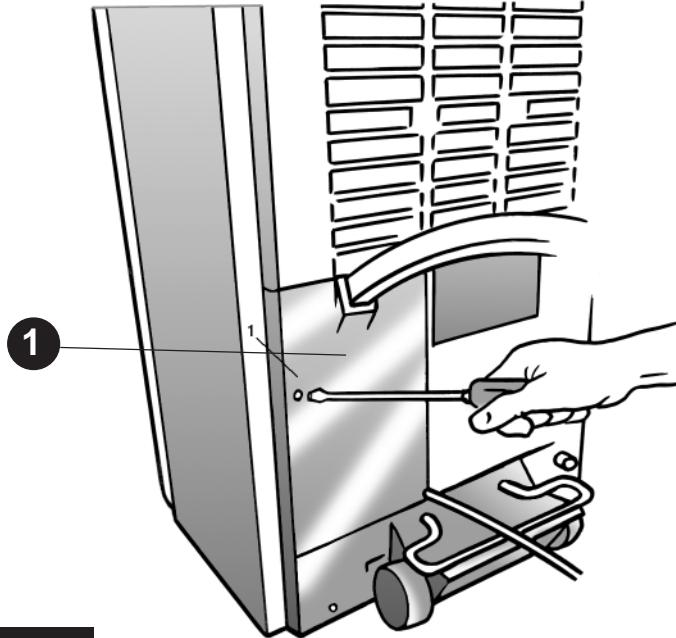

Fig. 11/A
OPERAZIONI PER LA SCONNESSIONE (v. Fig. 11 e 12)
1) Togliere la vite che blocca la protezione (Fig. 11 Part A) allo schienale del climatizzatore.
2) Muovere la protezione (Fig. 11 Part A) verso sinistra mediante un piccolo spostamento, quindi estrarla dalla sua sede.
3) Staccare dall'apposito portagomma (Fig. 11 Part B) il tubo di trasferimento acqua di condensa.
OPERATIONS A EXECUTER POUR LA DECONNEXION (v. Fig. 11 et 12)
6) Dévisser les deux raccords rapides (4) et (5) en agissant de la manière décrite ci-dessous. Lors de la séparation des raccords rapides, faire bien attention à ce que ces derniers ne
**DISCONNECTING THE FLEXIBLE LINE** (s. Fig. 11 and 12)
6) Loosen the two quick couplings (4) and (5) as described below. When separating the quick couplings, make sure that they do not tilt, allowing the coolant
TRENNUNGSVORGANG (s. Fig. 11 u. 12)
1) Abdeckplatte auf der Rückseite entfernen (Fig. 11 Teil A Schraube).
2) Die Abdeckplatte (Fig. 11 Teil A) leicht nach links drehen und herausnehmen.
3) Den Kondenswasserschlauch von seinem Schlauchhalter (Fig. 11 Teil B) abnehmen.
OPERACIONES PARA LA DESCONEXIÓN (V. Fig. 11 y 12)
1) Quitar el tornillo que fija la protección (Fig. 11 Elemento A) a la parte trasera del climatizador.
2) Mover la protección (Fig. 11 Elemento A) hacia la izquierda con un pequeño desplazamiento, luego sacarla de su alojamiento.
3) Separar del porta manguera (Fig. 11 Elemento B), el tubo de conducción del agua de condensación.